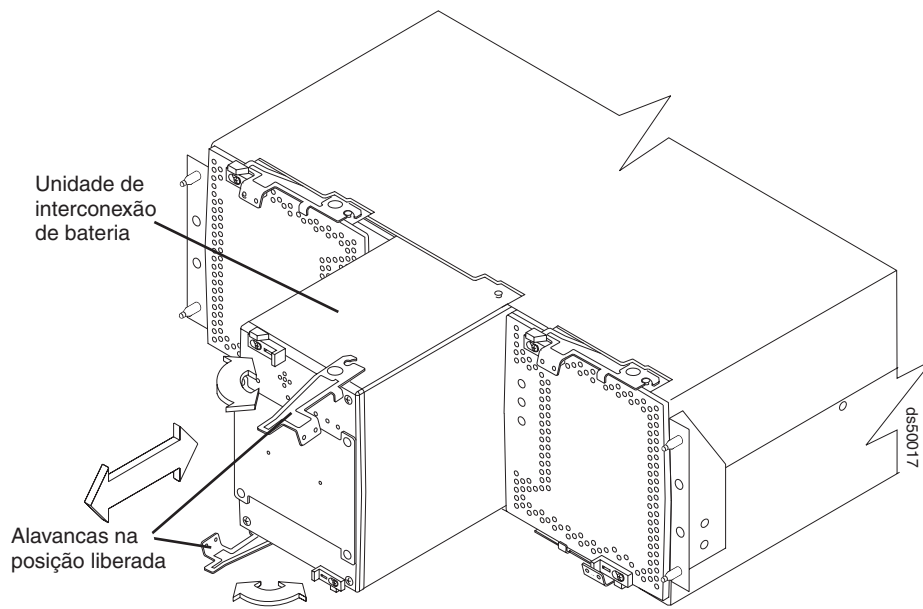

Figura 120. Removendo uma Unidade de Interconexão de Baterias do DS5100 e DS5300
7. Destrave as alavancas superior e inferior da unidade de interconexão de baterias e gire simultaneamente ambas as alavancas totalmente para fora para remover a unidade de interconexão de baterias com falha (A Figura 120 na página 204 mostra uma unidade de interconexão de baterias sendo deslizada do chassi do subsistema de armazenamento).